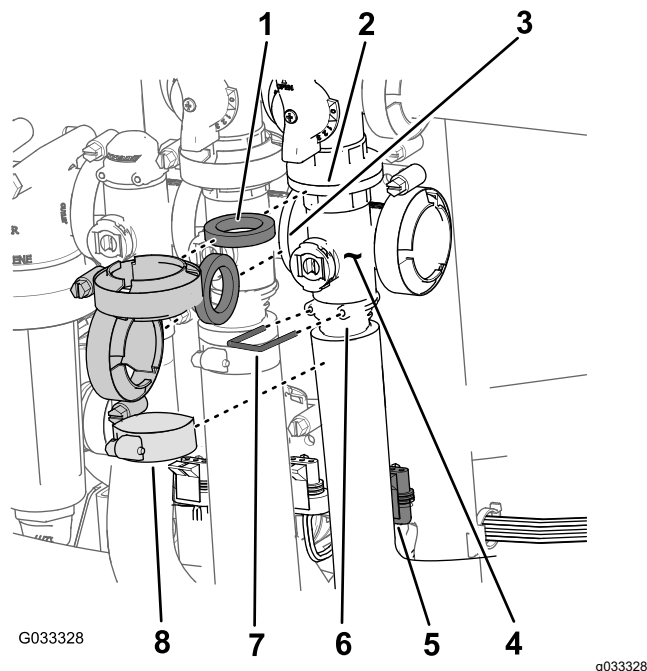

Figura 71
1. Retire as braçadeiras e as juntas que fixam o coletor da válvula mestre (Figura 71) à válvula mestre de derivação, válvula de agitação e válvula do coletor da secção principal (na extremidade do tubo do fluxímetro).
2. Retire o retentor que fixa a união exterior ao coletor da válvula mestre (Figura 71).